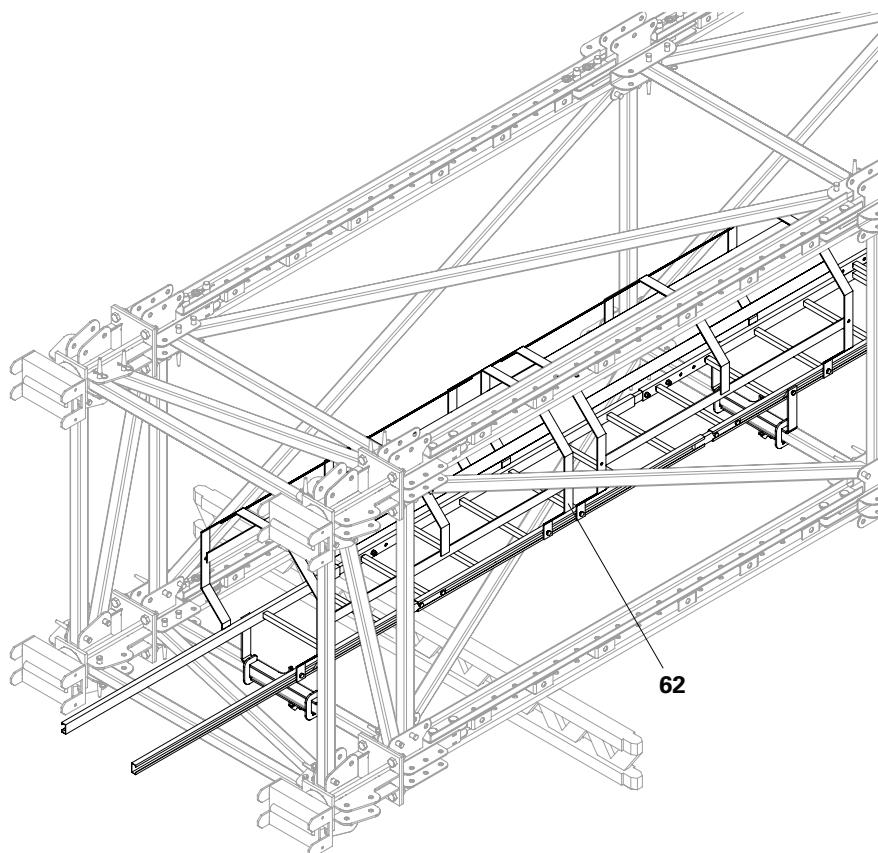

Fig. A1.29
4. Fissare la gabbia di protezione 75/150 (**62**) secondo il progetto utilizzando le piastre di fissaggio (**44.1**). A seconda della situazione, fissare "attraverso i giunti della scala". (Fig. A1.29)